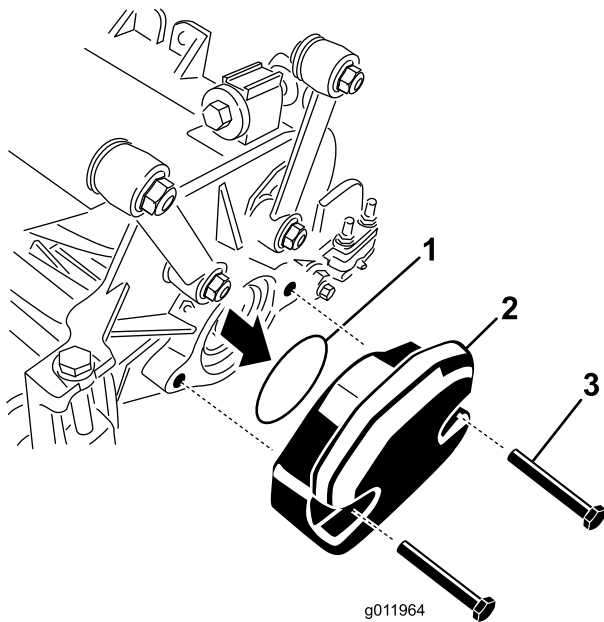

Figure 24
2. Retirez la masse et le joint torique (Figure 24) de l'extrémité intérieure de l'unité de coupe droite.